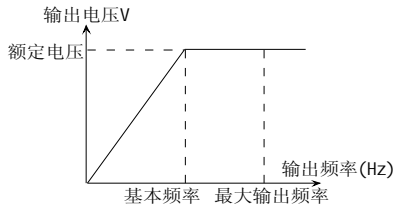

图 5-0-1 输出频率与输出电压关系图
**说明：**基本频率 $F_{BASE}$ ：当变频器的输出电压等于额定电压 $U_N$ 时的最小输出频率，用来作为调节频率的基准。通常以电机额定频率作为基本频率的设定值。在通常运用的情况下，应按电机的额定频率选择 $F_{BASE}$ 。在特殊运用的场合，可按使用要求设定，但此时必须特别注意与负载电机的V/F特性的配合及电机的出力要求，如图5-0-1输出频率与输出电压关系图所示。